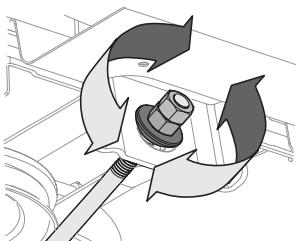

Figure 37
4. Pour relever l'avant du plateau de coupe, desserrez l'écrou supérieur, puis resserrez l'écrou inférieur (tournez vers la droite) (Figure 37). Une fois le réglage approprié effectué, serrez l'écrou supérieur à un couple de 25-30 pi-lb (34-41 N·m).
5. Pour abaisser l'avant du plateau de coupe, desserrez l'écrou supérieur, puis l'écrou inférieur (tournez vers la gauche) (Figure 37). Une fois le réglage approprié effectué, serrez l'écrou supérieur.